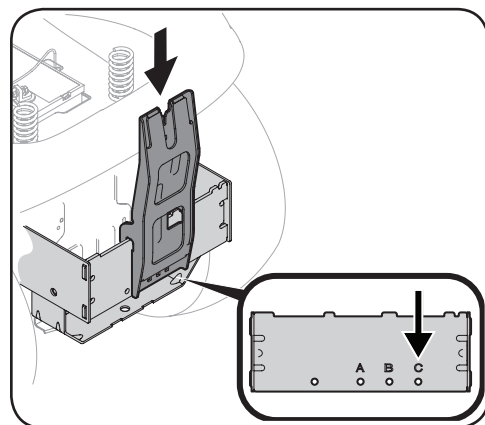

Figure 4-6
Si votre tondeuse est dotée d'une transmission différentiel de verrouillage, il est nécessaire d'enlever le support de l'ensemble (789-00404) du support d'attelage Fast Attach avant d'installer le support (689-00463A) d'attelage sur l'appareil. Utilisez une clé Torx T-30 pour retirer les deux vis Torx qui fixent le support. Voir Figure 4-6.
1. Installez le support vertical sur l'ensemble de montage du tracteur en l'accrochant sur le support de montage transversal. Voir Figure 4-6.
2. Alignez le support vertical avec le trou « C ». Voir Figure 4-6.